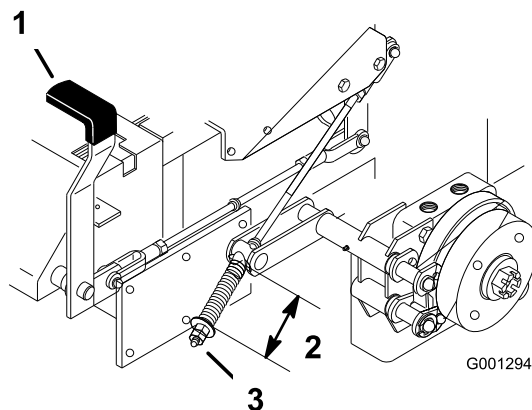

Figura 85
2. Misurate la lunghezza della molla (Figura 85).
3. Se la regolazione è necessaria, disinserite il freno di stazionamento, allentate il controdado sotto la molla e regolate il dado direttamente sotto la molla (Figura 85).